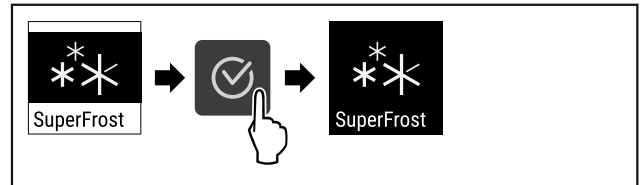

Fig. 66
- ▶ Atlikite veiksmus (žr. Fig. 66).